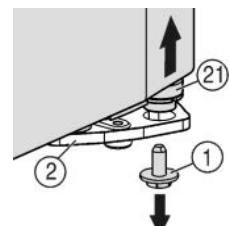
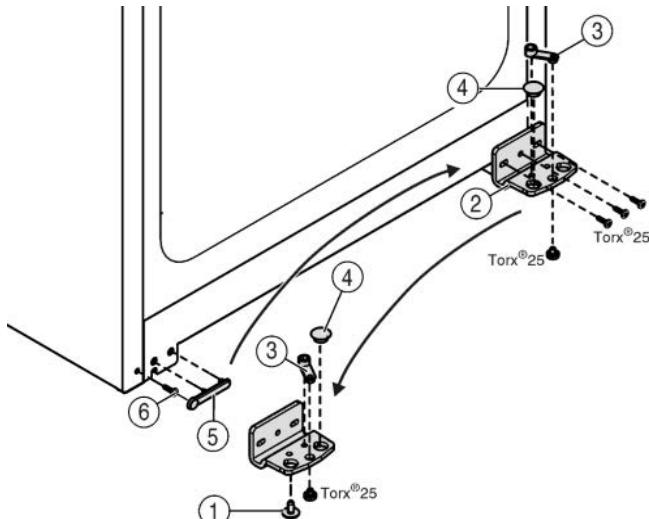

Fig. 4
Fig. 5
- Внизу справа на опорном кронштейне выкрутите фиксирующий винт Fig. 4 (1).
- Опорный палец Fig. 4 (21) можно извлечь из опорного кронштейна Fig. 5 (2).
- Сли установочный винт Fig. 4 (21) не откручивается, его можно вынуть, нажав на него снизу.
- ▶ Открутите опорный кронштейн Fig. 5 (2).
- ▶ Открутите опорную деталь Fig. 5 (3) и, переставив в отверстие на противоположной стороне опорного кронштейна, снова прикрутите.
- ▶ Извлеките заглушку Fig. 5 (4) из опорного кронштейна и переставьте ее в отверстие на противоположной стороне опорного кронштейна.
- ▶ Осторожно снимите крышку со стороны ручки Fig. 5 (5).
- ▶ Выкрутите болт Fig. 5 (6) и вкрутите на противоположной стороне.
- ▶ Снова установите крышку Fig. 5 (5).
- ▶ Снова прикрутите опорный кронштейн Fig. 5 (2) на новой стороне шарнира (**с моментом 4 Нм**). При необходимости используйте аккумуляторный шуруповерт.
- ▶ Вкрутите фиксирующий винт Fig. 4 (1) внизу в опорный палец и затяните (**с моментом 4 Нм**).